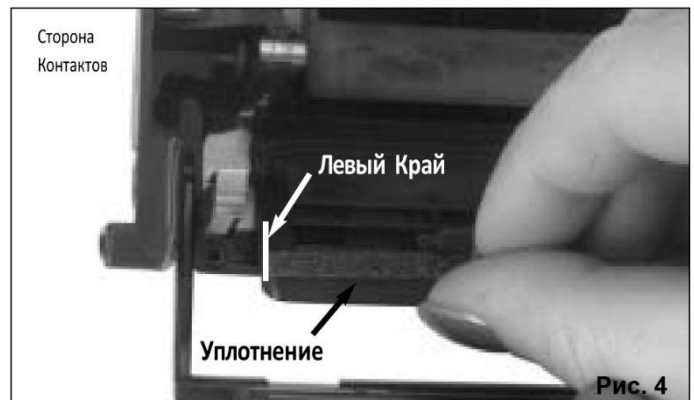

Рис. 4
4. Частично удалите подложку от клеевого слоя продольного уплотнения бункера отработанного тонера. Совместите торец нижнего уплотнителя с левым краем картриджа, как показано на Рис. 4.